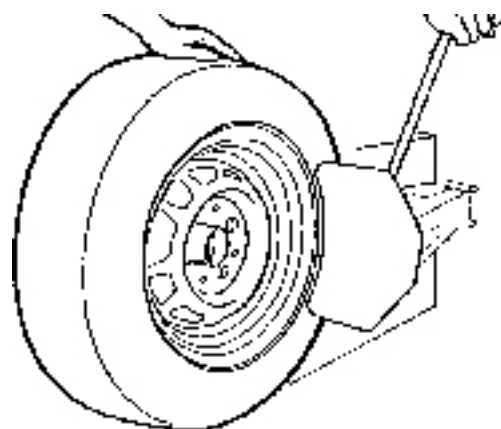

Рисунок 3
3. Открыть отжимную лопатку 6 (рисунок 1), отведя ее вручную вправо. Колесо установить на резиновый упор боковины стенда и приблизить лопатку к борту шины на расстояние 10 мм от закраины диска (рисунок 3).